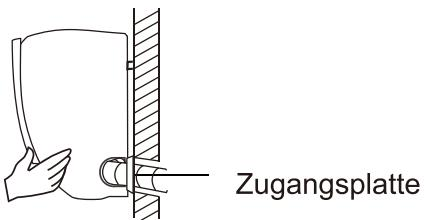

Abb. 3.3
- Wenn das Wandloch hinter der Einheit liegt, dann behalten Sie die Zugangsplatte am Ausgangsort. Wenn das Loch neben der Inneneinheit liegt, legen Sie die Wandzugangsplatte neben die Einheit (Siehe Abb. 3.3) Dadurch entsteht Raum für die spätere Verlegung der Rohre aus der Einheit. Verwenden Sie eine filigrane Greifzange, sollte die Zugangsplatte von Hand schwer erreichbar sein.